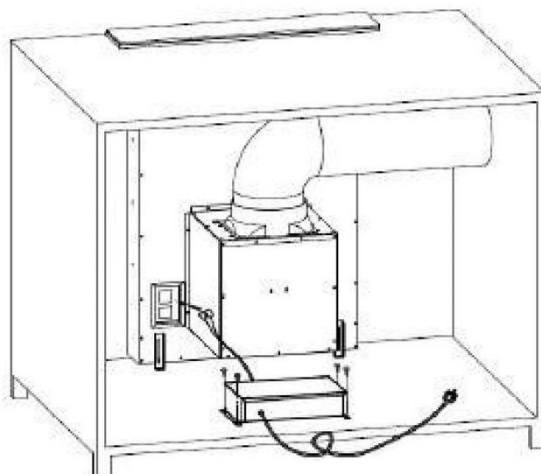

Bild 5
4. Fäst kanalen på utloppet och använd 4psc-skruv ST4*14 för att fästa PCB-boxen. Anslut därefter strömmen för att slutföra installationen (se bild 5).